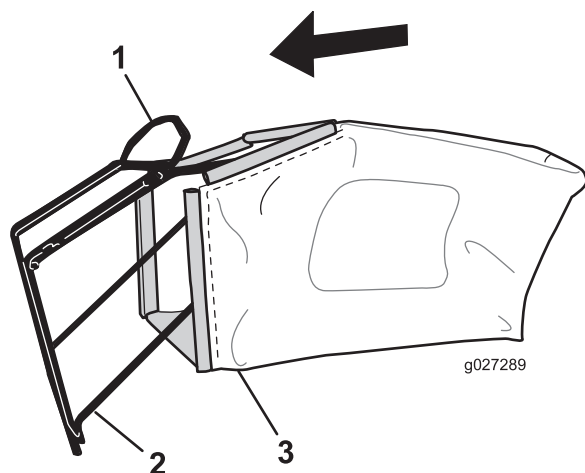

Figura 9
1. Coloque la bolsa de recogida sobre el bastidor, según se muestra en Figura 9.
Nota: No coloque la bolsa sobre el manillar (Figura 9).